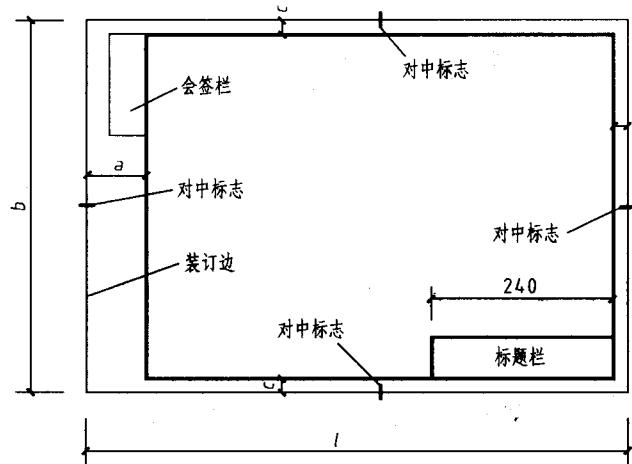
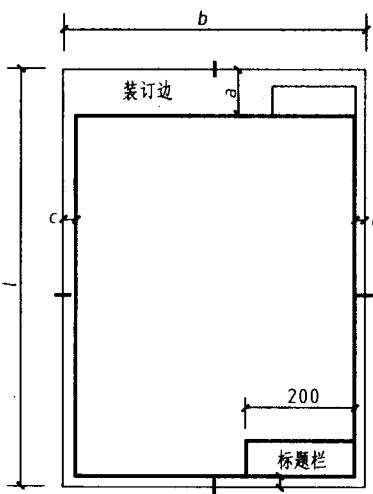
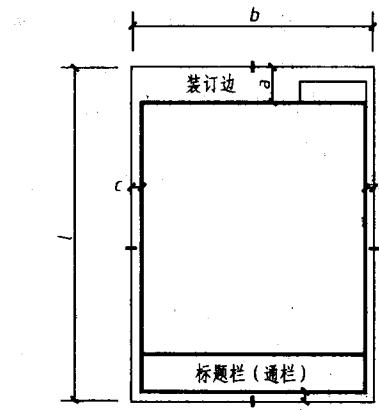

图 1-1 A0 ~ A3 横式幅面
图 1-2 A0 ~ A3 立式幅面
图 1-3 A4 立式幅面
(1) 图纸幅面及图框尺寸应符合表 1-1 的规定及图 1-1 ~ 图 1-3 的格式。
1) 横式使用的图纸，应按图 1-1 的形式布置。
2) 立式使用的图纸，应按图 1-2、图 1-3 的形式布置。